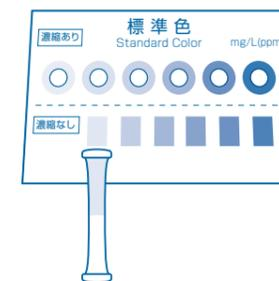

図6
⑥ チューブを標準色の余白部にのせて、下段(濃縮なし)の色と比色します。(図6)